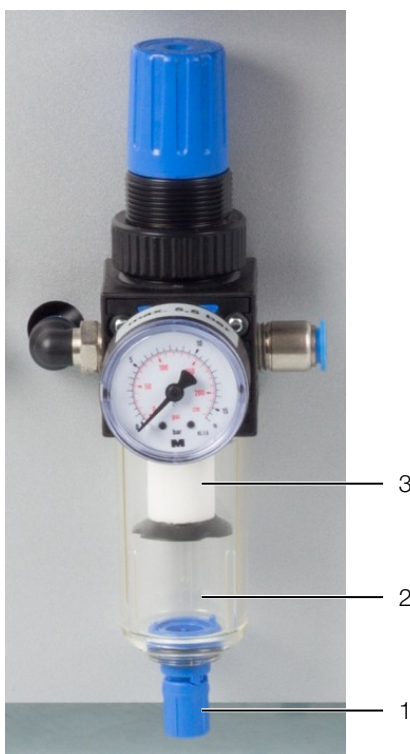

Fig. 24 : groupe de conditionnement d'air
- pousser la vis de vidange (fig. 24, pos. 1) vers le haut pour vidanger l'eau de condensation.
- pour remplacer le filtre, dévisser le réservoir d'eau de condensation (fig. 24, pos. 2) et dévisser le filtre (fig. 24, pos. 3).